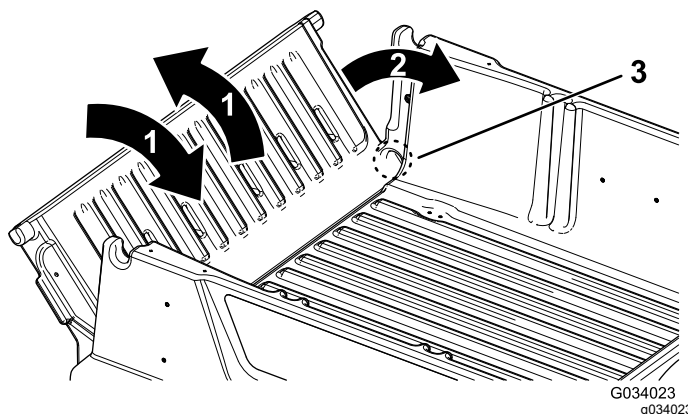

Figura 18
2. Rotiți oblonul spate într-o poziție de aproximativ 45° (Figura 18).
3. Efectuai o micare scurtă, de scuturare, pentru a roti oblonul spate înainte i înapoi de câteva ori (Figura 18).